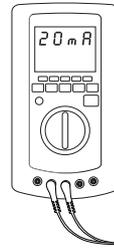

Fig.2
6) O led central piscará por alguns segundos. Espere até que ele pare de piscar (Fig.2).